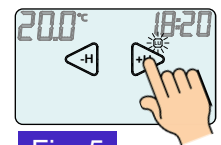

Fig. 5
**GIORNO:** premere la zona touch dei **GIORNI** e con i tasti  $\triangle -H$  o  $\triangle +H$  impostare il **GIORNO** attuale (Fig.5).